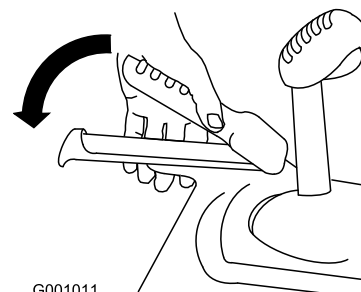

Figure 13
3. Serrez le levier gauche (de transmission) contre la poignée (Figure 13).
6. Serrez le levier gauche (de transmission) contre la poignée (Figure 13).